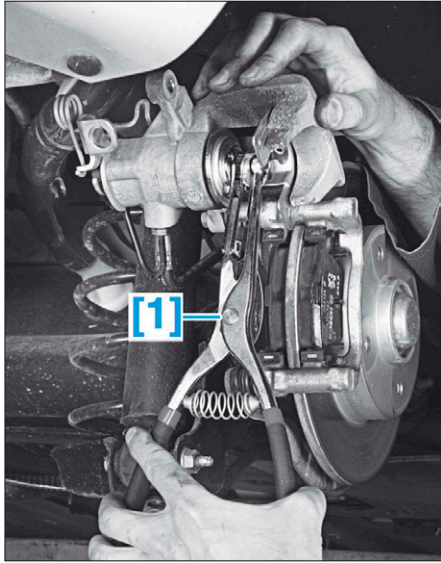

FIG. 8
- Repousser le piston au fond de son logement en le faisant tourner à l'aide de l'outil [1] (Fig.8).